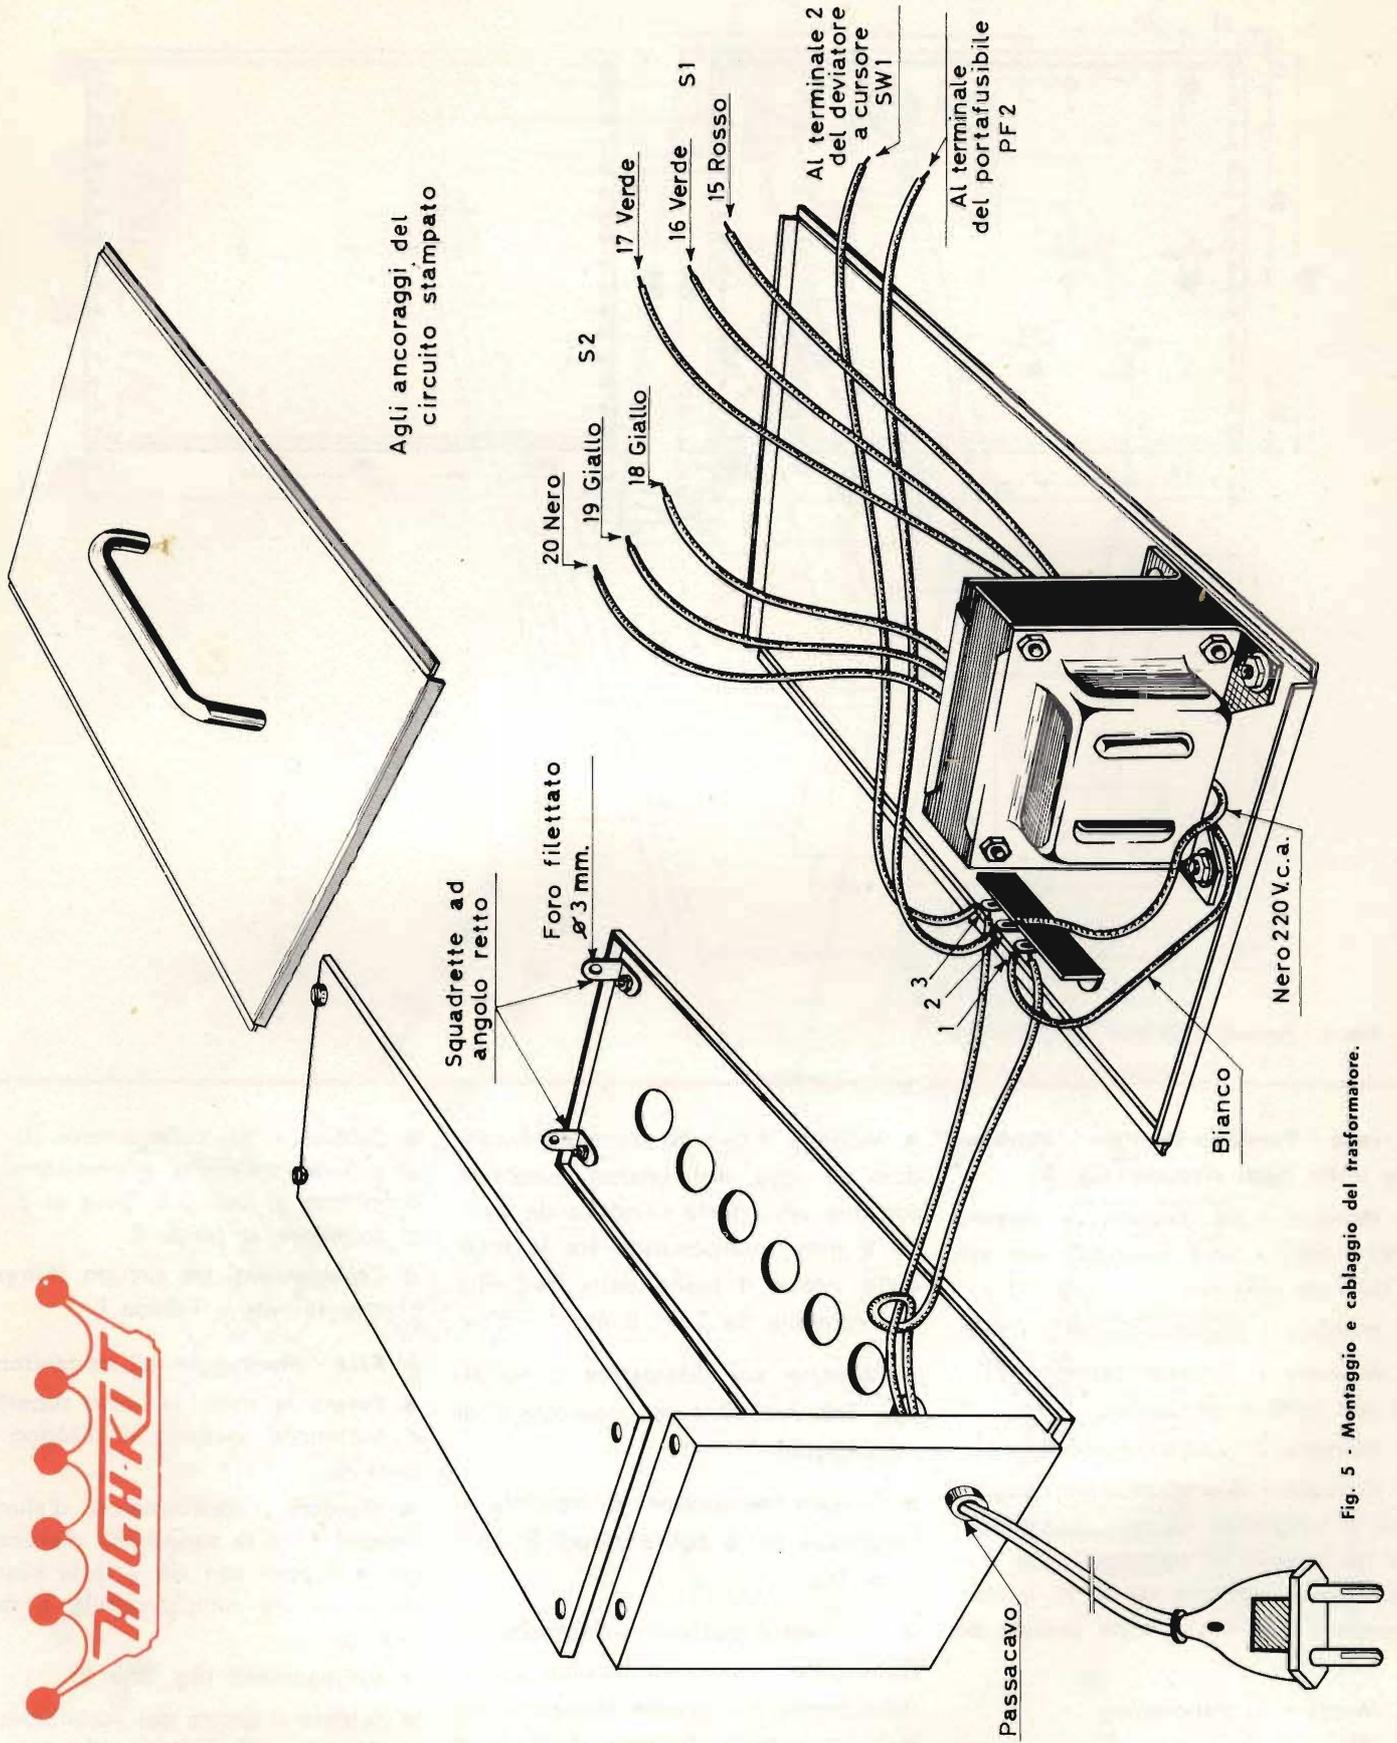

Fig. 5 - Montaggio e cablaggio del trasformatore.
- Montare il trasformatore d'alimentazione T1 e la squadretta d'ancoraggio a 3 posti con viti a testa svasata da  $3 \times 10$  mm, rondelle e dado (fig. 5).
- Collegamenti (fig. 5 e 3).